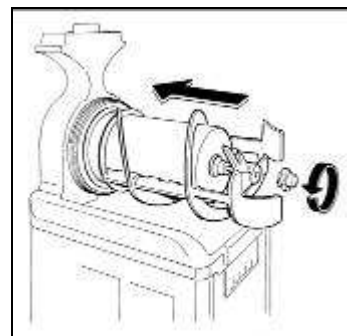

Fig. 23
- Fissare tutti i componenti avvitando il pomello in senso antiorario (fig.23).